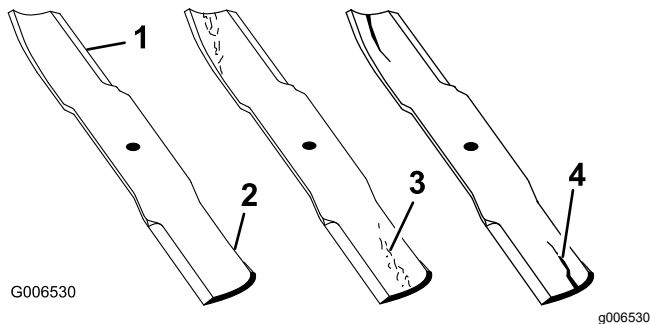

Figure 28
1. Examinez le tranchant des lames (Figure 28).
4. Remplacez immédiatement toute lame fendue, usée ou qui présente une entaille (Figure 28).